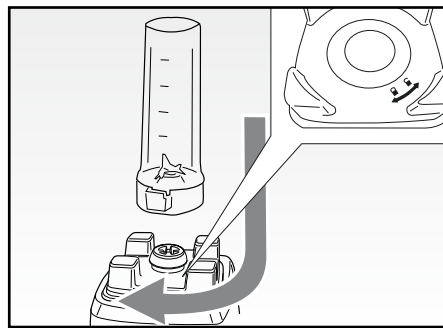
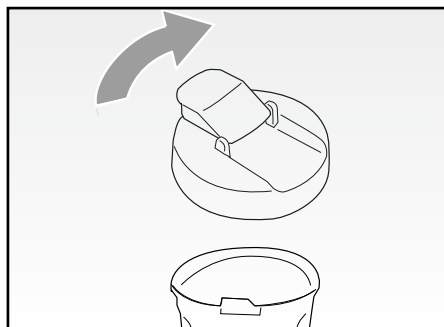

Fig. 7
Fig. 8
- Capovolgere il contenitore (N) e posizionarlo sopra il corpo motore (E); ruotarlo in senso orario affinché la parte di aggancio si incastri nel punto esatto della base (Fig. 7).
- Ad utilizzo ultimato, staccare la spina dalla presa di corrente, attendere che le lame siano ferme e rimuovere il contenitore (N) dal corpo motore (E).
- Capovolgere il contenitore (N) nuovamente e posizionarlo su una superficie orizzontale. Per aprire il contenitore, svitare il gruppo lame (P).
- Montare sul contenitore il coperchio con beccuccio (O) per portarlo con sé nel corso della giornata (Fig. 8), oppure per conservarlo in frigorifero. Il contenitore può essere riempito fino a 500 ml.